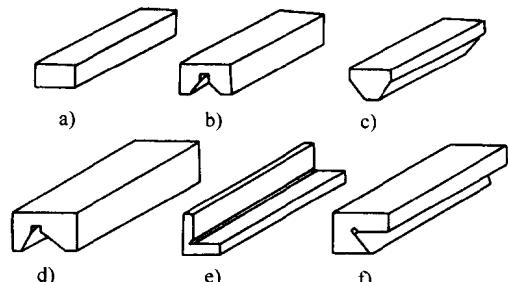

图 1-24 垫铁
4. 垫铁 垫铁是一种检查导轨精度的通用工具，主要与水平仪及磁性表座等测量工具配合使用。其所采用的材料多为铸铁，根据其使用要求和导轨形状的不同，可将其制做成多种形状，见图1-24。